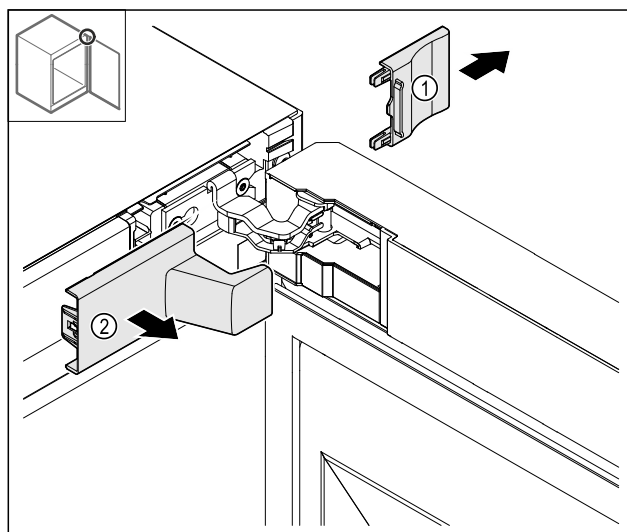

Fig. 7
- ▶ Vegye le a fedelet Fig. 7 (1), majd a fedelet Fig. 7 (2).